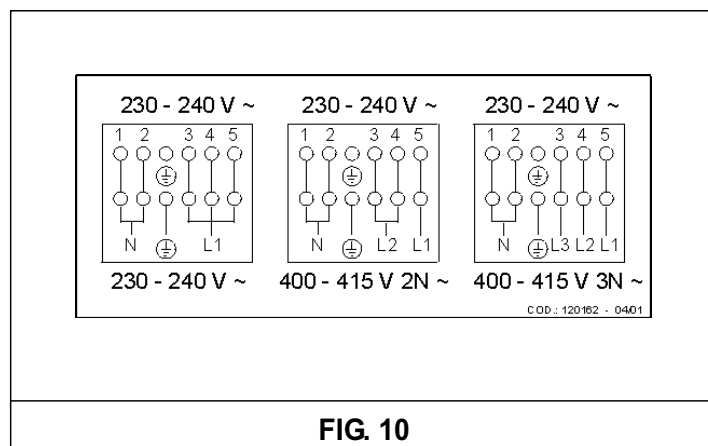

FIG. 10
b) Déplacez les cavaliers de raccordement sur la boîte à bornes en suivant le schéma de la fig. 10 apposé sur le caisson de la table de cuisson.